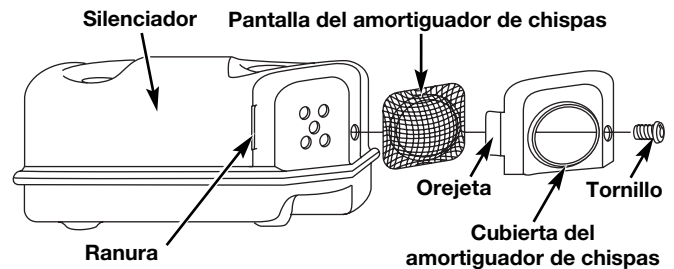

**Fig. 39**
3. Cambie las bujías que estén rajadas, sucias o deterioradas. Fije la separación de aire a 0,655 mm (0,025 pulgadas) utilizando un calibrador (Fig. 39).